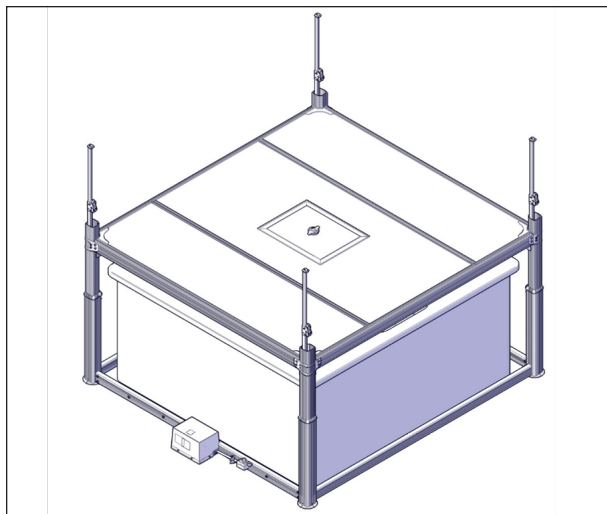

FIGURE 79: SOULÈVEMENT DES VÉRINS
6. Soulever les vérins au maximum, voir Figure 79.